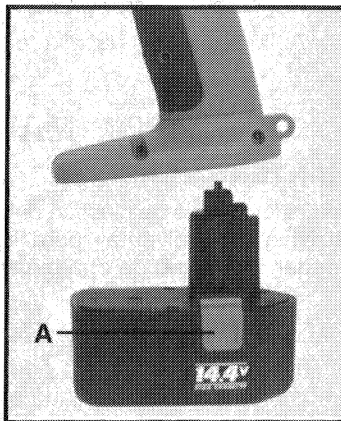

Fig. 4
PARA QUITAR EL PAQUETE DE BATERÍA: Apriete los dos botones para soltar la batería (A) Fig. 4, (uno está a cada lado del paquete) y tire (jale) el paquete de batería de la herramienta.